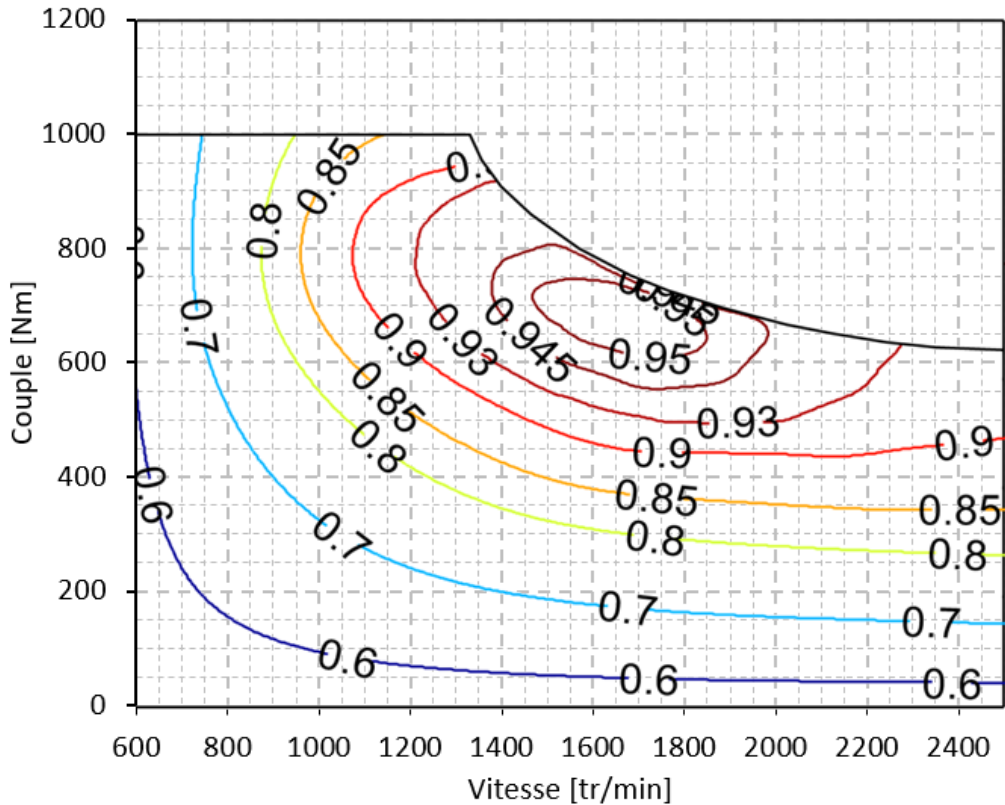

Figure 4 : carte d'isorendements de la génératrice électrique
- Machine synchrone triphasée à aimants permanents connectée directement au moteur diesel. Carte de rendement donnée en Figure 4.
1.6.2. Au meilleur point de fonctionnement de la génératrice, déterminez à partir de la Figure 4 :